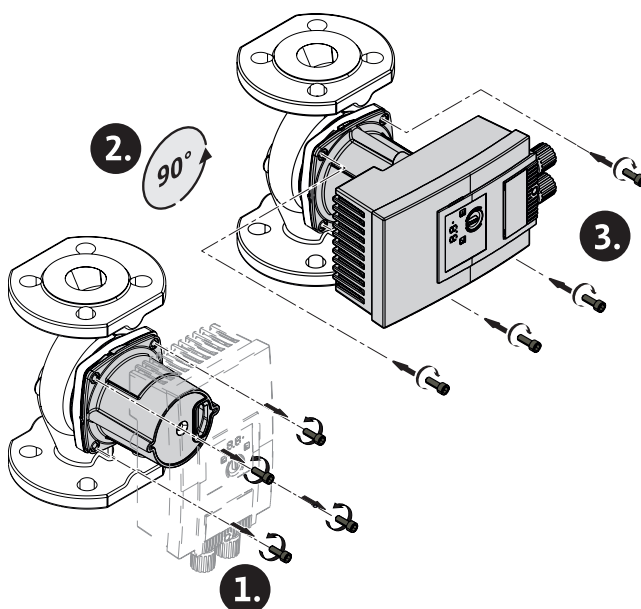

Fig. 5: Изправяне на мотора
2. Освободете капака на мотора и внимателно го завъртете → Fig. 5.